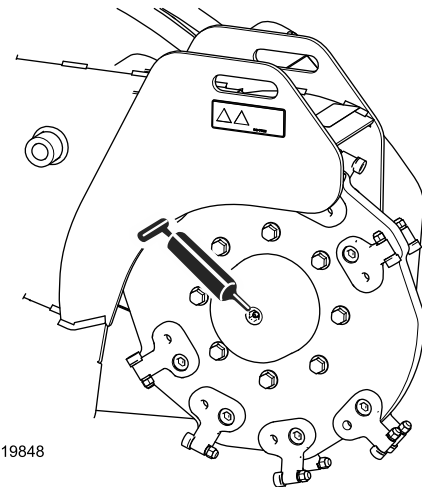

Figura 27
4. Ligue uma pistola de lubrificação ao encaixe (Figura 27 a Figura 29).